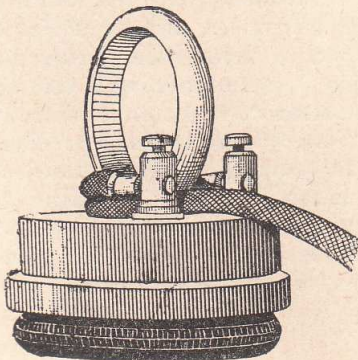

Fig. 158.
53. Récepteur, système Ader, breveté S. G. D. G., à aimant plat circulaire et surexcitateur, boîtier, couvercle et anneau en métal nickelé, pavillon en ébonite ou ivoirine, ferrets rigides. **Type n° 3 bis** (*fig. 158 et 159*).